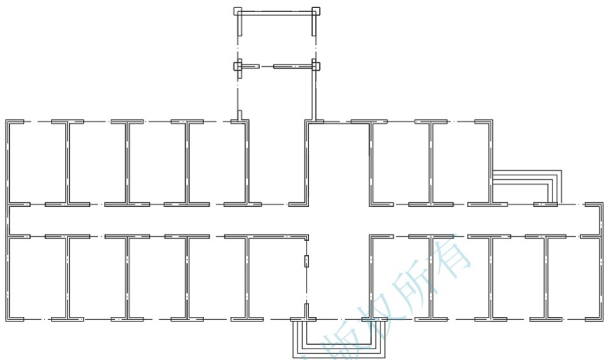

图 6.2 修改后的宿舍楼平面图
- (2) 将图形文件内除【墙】、【室外】和【轴线】外的其他图层冻结。
- (3) 执行菜单栏中的【编辑】|【复制】命令,在选择对象:提示下,输入“ALL”后按 Enter 键,再次按 Enter 键结束命令。
- (4) 执行菜单栏中的【窗口】|【宿舍楼三维模型】命令,将“宿舍楼三维模型”图形文件切换为当前文件,然后执行菜单栏中的【编辑】|【粘贴】命令(组合键 Ctrl+V),在指定插入点:提示下,单击屏幕上任意一点作为图形的插入点。
- (5) 双击滚轮执行【范围缩放】命令。
- (6) 删除散水后将【室外】图层关闭,并把【阳台】图层设为当前层,绘出阳台平面轮廓,结果如图 6.2 所示。
- (1) 打开图 6.2 所示的图形文件, 并设定【勒脚】图层为当前层, 关闭【阳台】和【室外】图层。